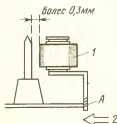

Рис. 2.23. Регулировка зазора между тономаном и прижимным роликом: 1 — прижимной ролик; 2 — направление изгиба уголка для увеличения зазора
**Регулировка зазора прижимного ролика** осуществляется следующим образом. Проверьте, чтобы в режиме «Пауза» зазор между прижимным роликом и тонвалом составлял более 0,3 мм. Если он меньше 0,3 мм, изогните уголок, отмеченный буквой А, в направлении, указанном стрелкой на рис. 2.23.